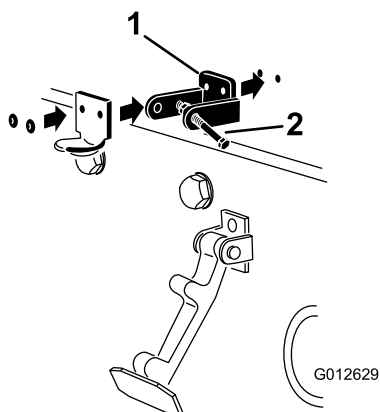

Figure 6
4. Alignez les trous de montage et positionnez le support de verrouillage et le support du loquet sur le capot (Figure 6).
6. Rivetez les supports et les rondelles sur le capot (Figure 6).